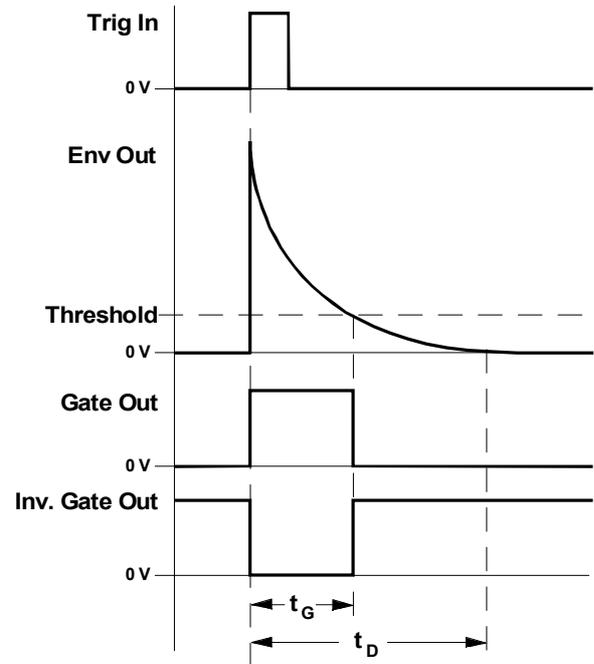

Abb. 1: zum Signalverhalten des A-142
Mit diesem Regler stellen Sie manuell die **Abstiegszeit** (engl. *decay time*)  $t_D$  der generierten Hüllkurve ein. Nach der extrem kurzen Anstiegsphase fällt die generierte Steuerspannung am Ausgang innerhalb der eingestellten Zeitdauer vom Höchstwert auf den Wert 0 (s. Abb. 1).
Dabei startet das Gate-Signal  $t_g$  am Ausgang ④ zum Zeitpunkt des Triggerns und endet, wenn das Hüllkurvensignal den mit dem Regler ⑤ eingestellten Schwellwert unterschreitet (s. Abb. 1).